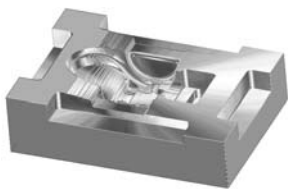

图 8-25 半精加工切削仿真结果
3) 在 PowerMILL 仿真控制工具栏中单击运行按钮, 系统即进行粗加工仿真切削，其结果如图 8-25 所示。